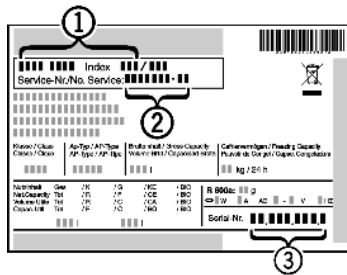

Fig. 13
- ▶ Наименование устройства Fig. 13 (1), сервисный № Fig. 13 (2) и серийный № Fig. 13 (3) считайте с заводской таблички. Заводская табличка находится внутри устройства слева.
- ▶ Обратитесь в сервисную службу и сообщите вид неисправности, наименование устройства Fig. 13 (1), сервисный № Fig. 13 (2) и серийный № Fig. 13 (3).